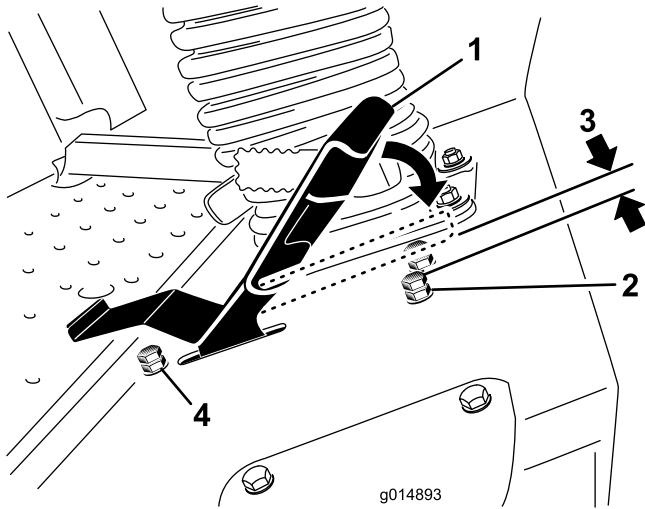

図 39
3. 走行ペダルのストップボルトについているジャムナットをゆるめる(図 39)。